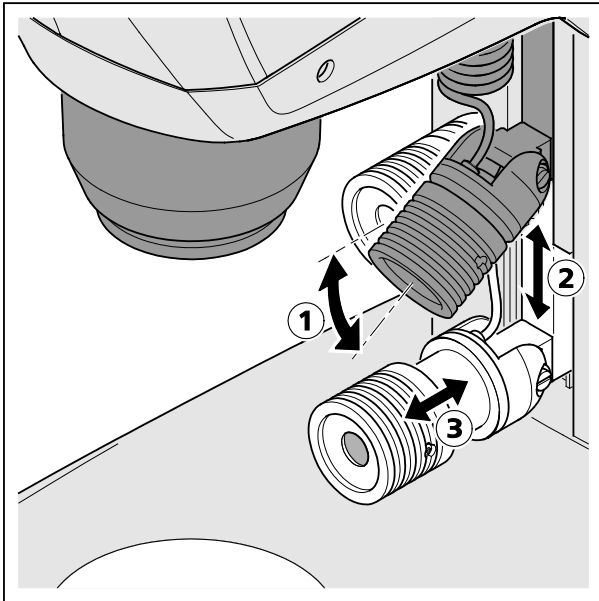

Fig. 15 Aggiustare la lampada spot
- Spingere la lampada spot, la quale si trova nella guida, fino all'altezza desiderata (Fig. 15/2).
- Regolare l'angolo, tramite l'articolazione della lampada spot (Fig. 15/1), cosicché l'oggetto sia illuminato ottimamente.
- Regolare la grandezza e la luminosità dello spot, spostando assialmente l'elemento di focalizzazione (Fig. 15/3) (zoom d'illuminazione).